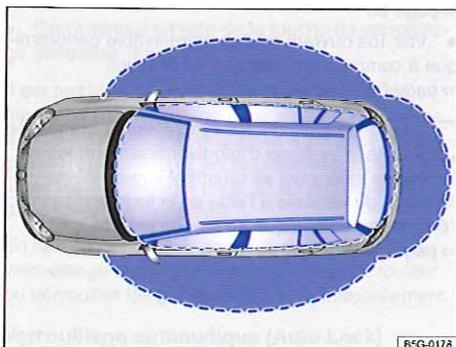

Fig. 30 Système sans clé de fermeture et de démarrage Keyless Access : zones de proximité.
Le système Keyless Access est un système sans clé de fermeture et de démarrage qui permet de verrouiller et de déverrouiller le véhicule sans utilisation active de la clé du véhicule. Pour cela, seule une clé de véhicule valide doit se trouver dans la zone de proximité  $\Rightarrow$  fig. 30 du véhicule et vous devez toucher l'une des surfaces de détection intégrées aux poignées de porte avant  $\Rightarrow$  fig. 31 ou actionner l'emblème Volkswagen situé dans le hayon  $\Rightarrow$  page 63  $\Rightarrow$  ①.
Lorsqu'une clé de véhicule valide se trouve dans une zone de proximité  $\Rightarrow$  fig. 30, le système sans clé de fermeture et de démarrage Keyless Access autorise l'accès dès que vous touchez la surface de détection correspondante intégrée à la poignée de porte du conducteur ou du passager avant ou lorsque vous actionnez l'emblème Volkswagen situé dans le hayon. Vous pouvez ensuite effectuer les fonctions suivantes sans utilisation active de la clé du véhicule :
Si, le véhicule étant verrouillé, une clé de véhicule valable se trouve dans la zone de proximité  $\Rightarrow$  fig. 30 du hayon, le hayon se déverrouille automatiquement lors de son ouverture.